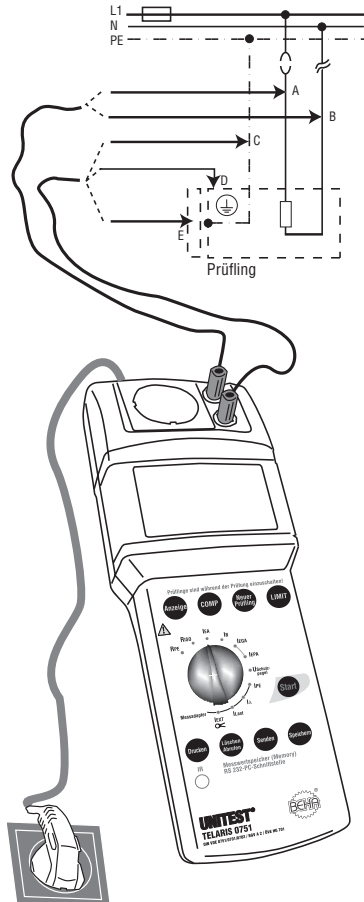

Bild 6.10: Messung des Ersatzableitstromes bei fest angeschlossenen Geräten oder Geräten ohne Netzstecker
- ▶ Schließen Sie den UNITEST TELARIS 0751 mit dem Netzanschlusstecker (1) an eine funktionsfähige und ordnungsgemäß angeschlossene Schutzkontakt-Netzsteckdose an.
- ▶ Stellen Sie den Drehschalter 'Messfunktion' (15) auf die Schalterstellung 'IEA'
- ▶ Stellen Sie mittels der Taste LIMIT (7) den Grenzwert für den Ersatzableitstrom ein, Grenzwerte siehe Tabelle 3.
- ▶ Verbinden Sie den PE-Anschluss des Prüflings mit der blauen Buchse 'PE' (5), entsprechend C in Bild 6.10.
- ☞ Bei Geräten der Schutzklasse II oder III und berührbaren leitfähigen Teilen bei Geräten der Schutzklasse I, die nicht mit dem Schutzleiter verbunden sind, verbinden Sie zusätzlich die Buchse 'PE' (5) mit allen berührbaren leitfähigen Gehäuseteilen des Prüflings entsprechend D, E in Bild 6.10.
- ▶ Verbinden Sie die Buchse 'L/N' (4) mit allen aktiven Anschlüssen des Prüflings entsprechend A, B in Bild 6.10.
- ▶ Drücken Sie die Taste „Start“ (9). Das blinkende Symbol für die Messeinheit im Display signalisiert den aktuellen Messvorgang.
- ▶ Lesen Sie den Messwert von der LC-Anzeige (6) ab. Das Symbol 'LIMIT' (21) zeigt bei eingeschalteter Grenzwertanzeige eine Überschreitung des Grenzwertes an.
- ☞ Die Messergebnisse können durch Drücken der Taste Speichern (10) abgespeichert werden. Hinweise zu Speichern von Messwerten siehe Abschnitt 7.1 und 7.2.